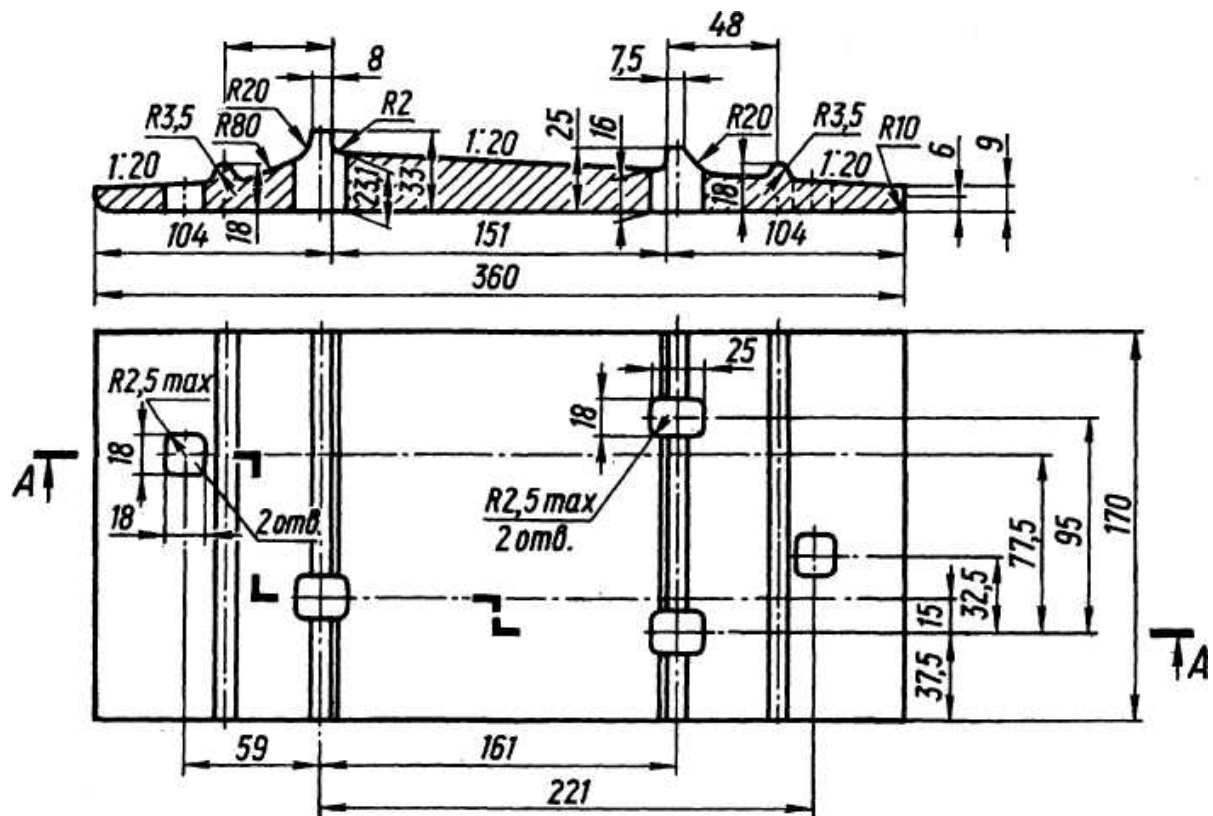

Рис. 8. Підкладка костильного скріплення до рейок типів Р65 і Р75
3. Креслення рейкових скріплень наведено на рис. 8–13.